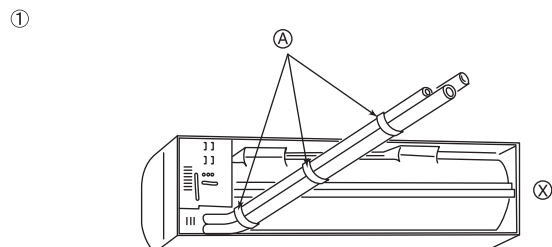

Fig. 3-4
① Tubi posteriore, destro ed inferiore (Fig. 3-4)